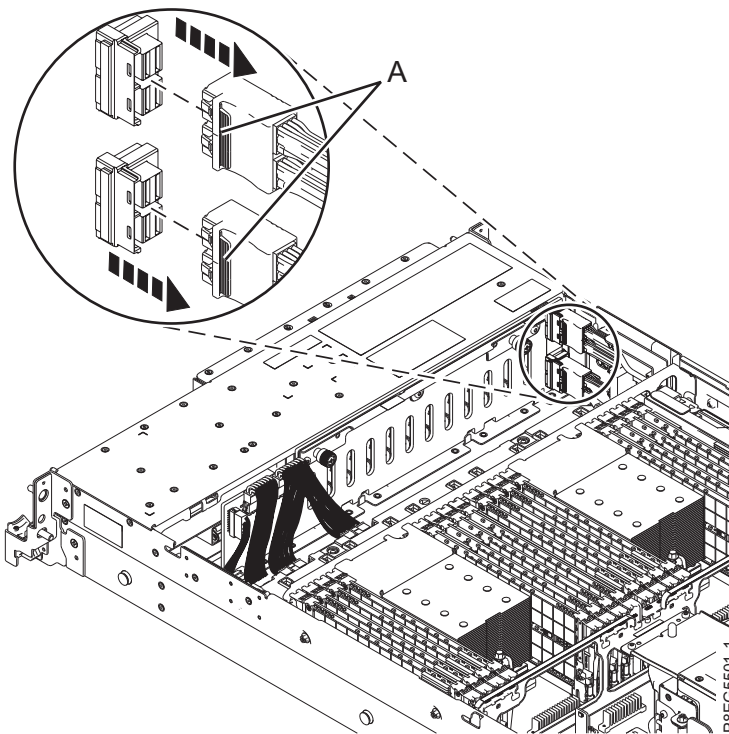

Abbildung 10. Vordere SAS-Kabel von der Rückwandplatine des Plattenlaufwerks entfernen
3. Beschriften Sie die vorderen SAS-Kabel, die an dem internen SAS-RAID-Adapter angeschlossen sind, der ausgebaut werden soll. Drücken Sie auf die Verriegelung (A) und ziehen Sie den Kabelanschluss von der Rückwandplatine des Plattenlaufwerks ab, wie in Abb. 10 dargestellt. Die anderen Enden der Kabel bleiben im Anschluss P1 oder P2 des internen SAS-RAID-Adapters eingesteckt, bis Sie dazu angewiesen werden, diese abziehen.